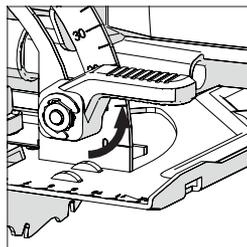

Abb. 13
- Lösen Sie den Winkel-Sperrmechanismus vorn an der Maschine, indem Sie den Daumen-Hebel nach oben ziehen. (**Abb. 13**)